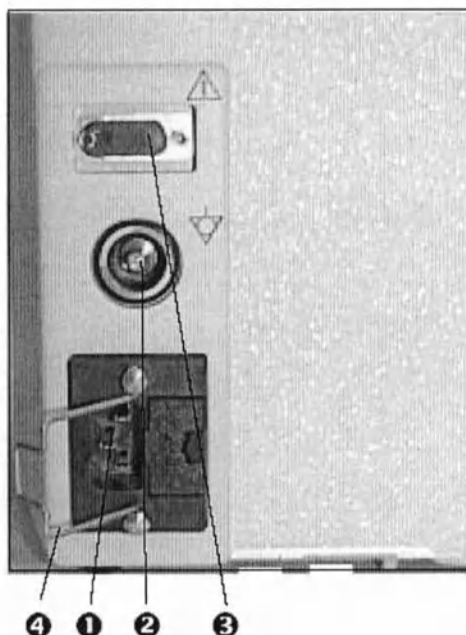

Рис.11
Проверьте, совпадают ли требования по электропитанию указанные на приборе, со значениями питающей сети, и только затем подключите ATMOS к сети (Рис.11, поз.1). Просим Вас предохранять сетевой кабель от выпадения наружу скобой 4.
- Если у Вас есть ножной регулятор, то присоедините последний к разъему (3, рис.11).